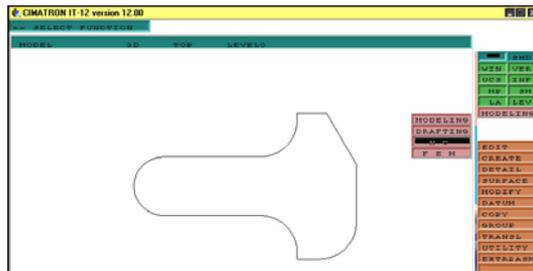
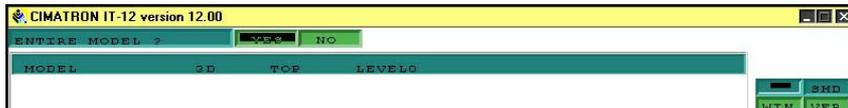

Рисунок 11
Рисунок 12
7. Выходим из режима редактирования. Выбираем MODELING>NC (рис.11) и нажимаем YES (рис.12).